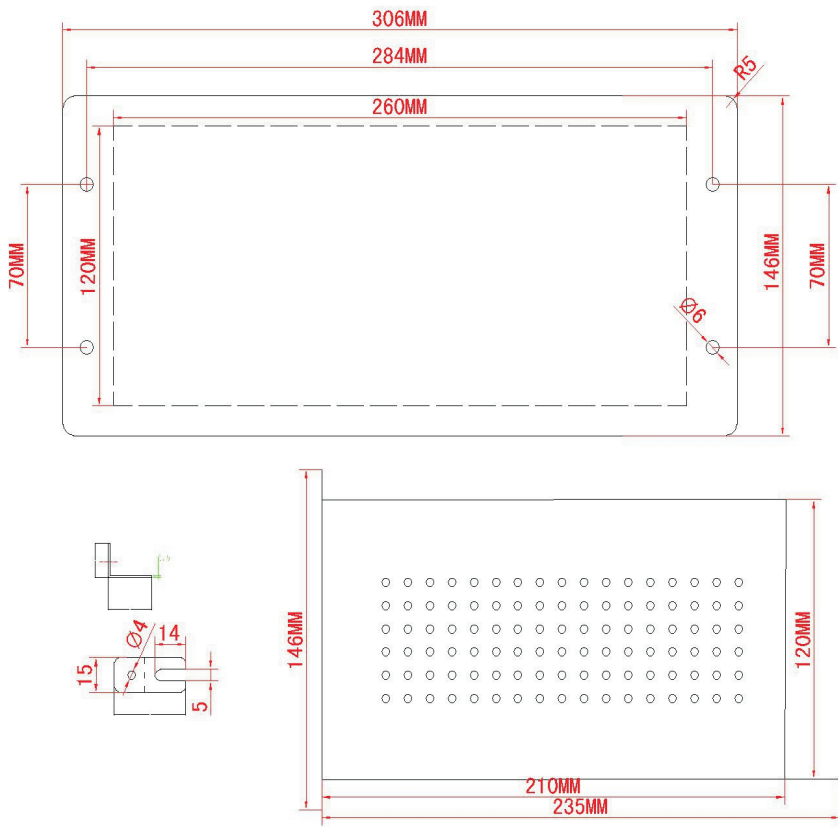

图 1（装置开孔图及外形尺寸图）
5. 外型尺寸：详见图 1
6. 开孔尺寸：（长）262 mm×（高）122 mm 详见图 1